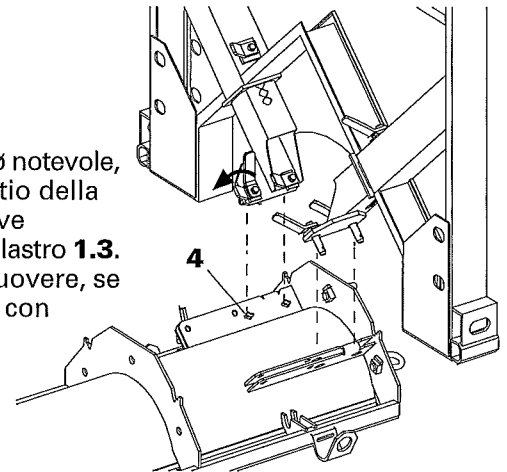

Fig.6
3. Sollevare e posizionare la piattaforma verticalmente in corrispondenza del semipilastro circolare; assicurare la piattaforma nei fori 4 dell'elemento di pilastro (fig. 6).